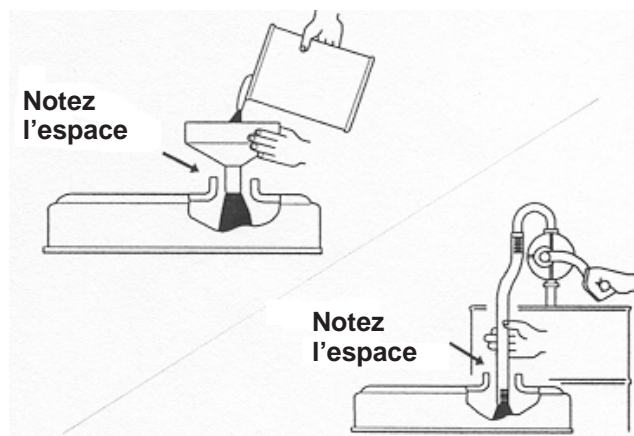

Figure 16
**Important** Prenez soin de retirer la jauge lorsque vous faites le plein d'huile moteur. Lorsque vous faites l'appoint ou le plein d'huile moteur, maintenez un espace entre le dispositif de remplissage et le trou de remplissage d'huile dans le couvre-culasse, comme illustré à la Figure 16. Cet espace est nécessaire pour assurer l'aération pendant le remplissage et empêcher l'huile de déborder dans le reniflard.